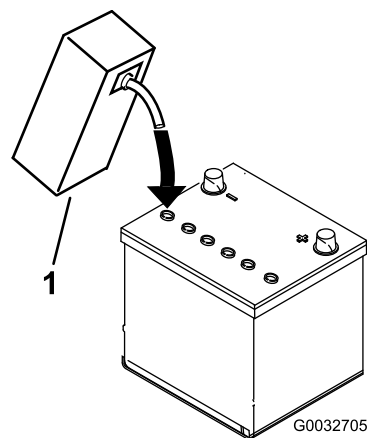

図 7
3. 各セルの電極板が液面下 6 mm程度に水没するまで、電解液を慎重に入れる 図 7。
4. 電極板が液を吸収するまで20-30分間程度待つ。必要に応じて、電極板が 6 mm程度水没するぐらいに電解液を補充する 図 7。